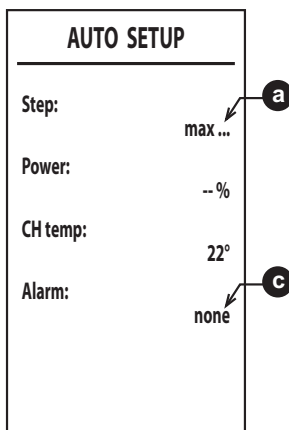

fig. 38
6. După aprindere, arzătorul se poziționează pe diferitele puteri (max, med, min) indicate de punctul **a** (fig. 38).
8. Dacă secvența de aprindere descrisă la punctul „6” nu s-a finalizat cu succes, apare mesajul **max\_err** la punctul **a** și un cod de eroare la punctul **c** (fig. 38).